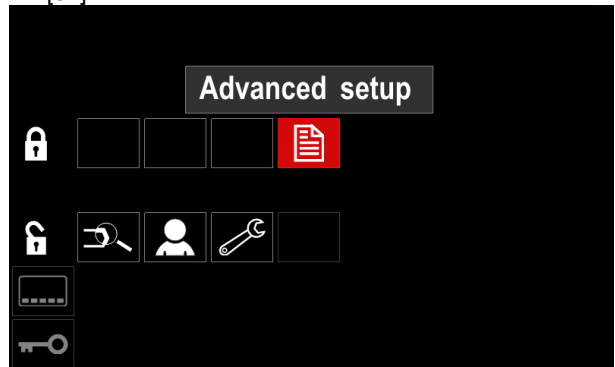

Bild 55
- Tryck på höger ratt [44]. Ikonen för vald parameter försvinner från displayens nedre del (Bild 55). Denna parameter försvann också från svetsparameterfältet [52].